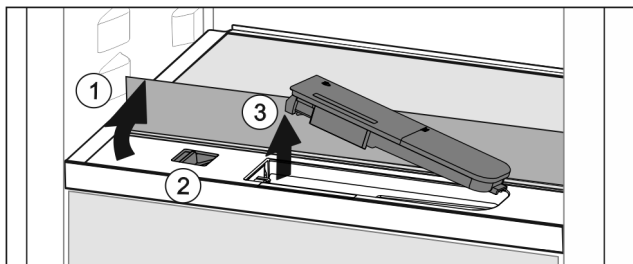

Fig. 87
- ▶ Поднять стеклянную панель и откинуть до упора назад Fig. 87 (1).
- ▶ Сдвиньте ползунок Fig. 87 (2) влево.
- ▶ Вынуть бак для воды Fig. 87 (3).